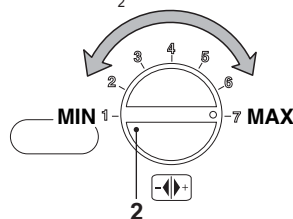

Fig. 7.11
- Gire el mando de configuración de la caldera 2 hasta el máximo (Fig. 7.11) y compruebe el valor de CO₂.